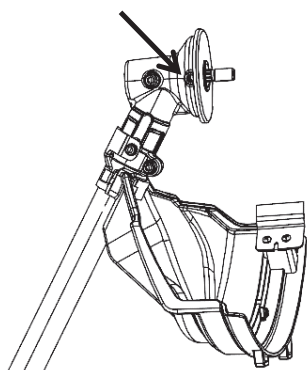

Рис. 5
2. Поверните приводной вал до появления отверстия со стороны корпуса редуктора (рис. 5), вставьте шести-гранный ключ во внутреннее отверстие (рис. 5) и поверните насадку триммера на приводном валу против часовой стрелки, пока она не затянется достаточно плотно (рис. 6).